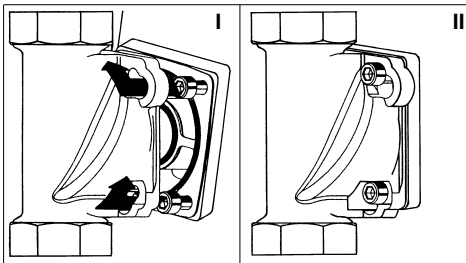

Abb. 4: Einbaudrehflansch mit Bajonett
- An den Einbaudrehflansch so ansetzen, dass die vier Schraubenköpfe durch die Bajonettbohrungen hindurch gehen (siehe Abb. 4 I).
- Die Kalkschutzanlage ca. 30° im Uhrzeigersinn zurück schwenken und die vier Innensechskantschrauben festziehen (siehe Abb. 4 II).